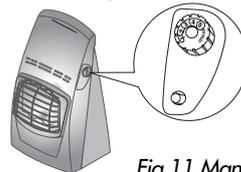

Fig. 11 Manecilla de control
3. Gire la manecilla de control del termostato en el sentido de las agujas del reloj  a la posición OFF (véase fig. 11).
5. Gire la manecilla de control del termostato en sentido contrario a las manecillas del reloj  a la posición piloto. Presione la manecilla de control del termostato por 5 segundos (véase fig. 11).